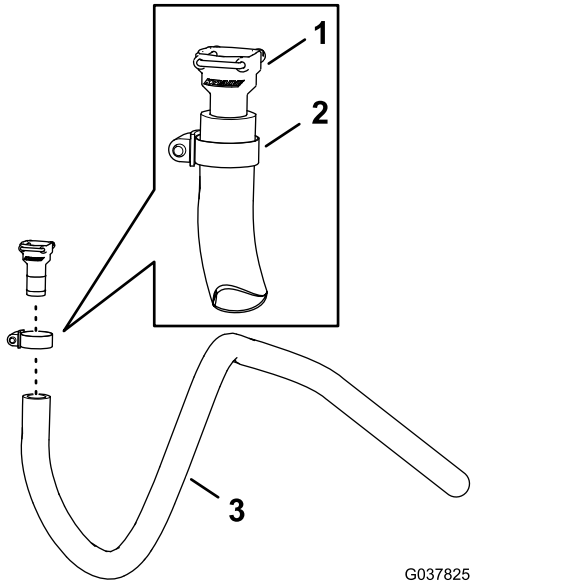

図 97
1. ステップ2 停止バルブの準備 (ページ 38) で外したバーブ付きストレートフィッティング3/4インチを、ホースクランプでホース1.3 x 180cmに取り付ける 図 97。